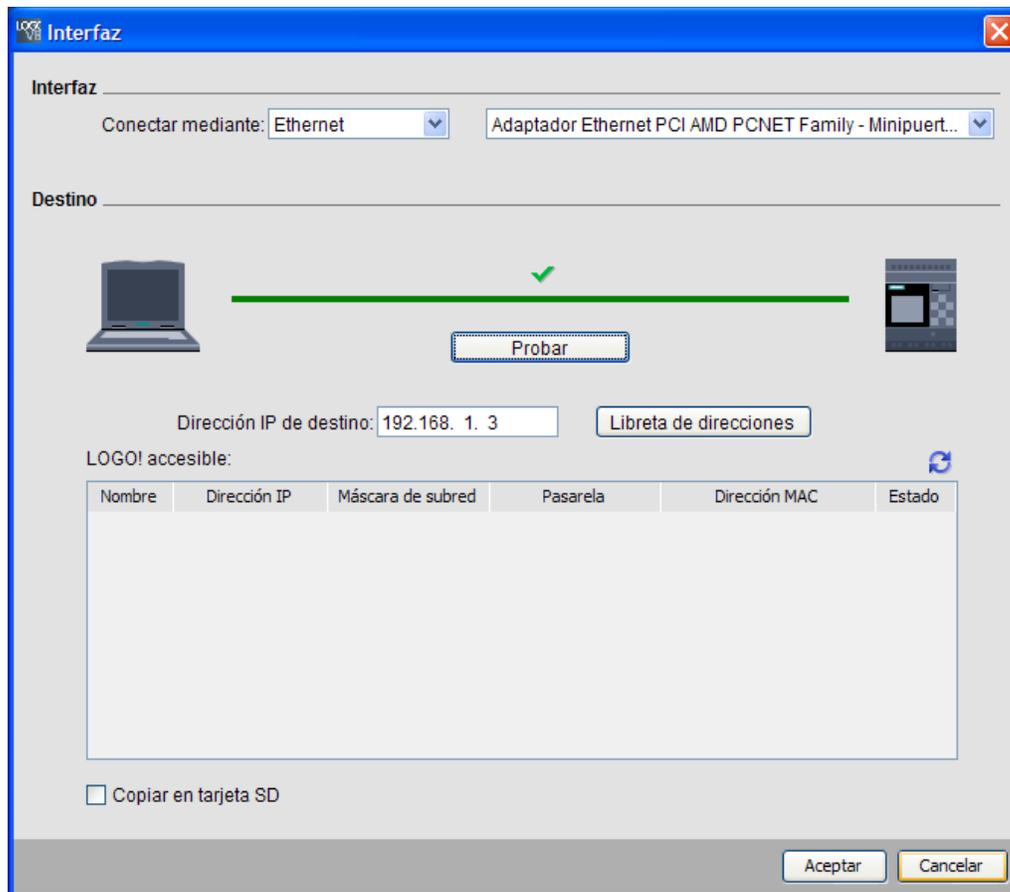

Figura 33. Ventana Interfaz.
LOGO. Aparecerá una ventana de *interfaz*, asegúrese que esté la opción *conectar mediante Ethernet* y presione el botón **Probar** para asegurarse de que exista una buena comunicación con el LOGO!, si todo está bien deberá aparecer un cheque verde tal como se muestra en la Figura 33, si no es así, revise la conexión, la dirección de la PC y del LOGO!. Si aún existen problemas consulte a su docente de laboratorio.
46. Para detener el programa de clic en el icono  , se mostrará la ventana de *interfaz* (Figura 33), será necesario que ingrese la dirección IP del LOGO! (en este caso 192.168.1.3) antes de darle **Aceptar**, de igual forma si quiere correr de nuevo el programa de clic en el icono  , ingrese la dirección IP y seleccione **Aceptar**.